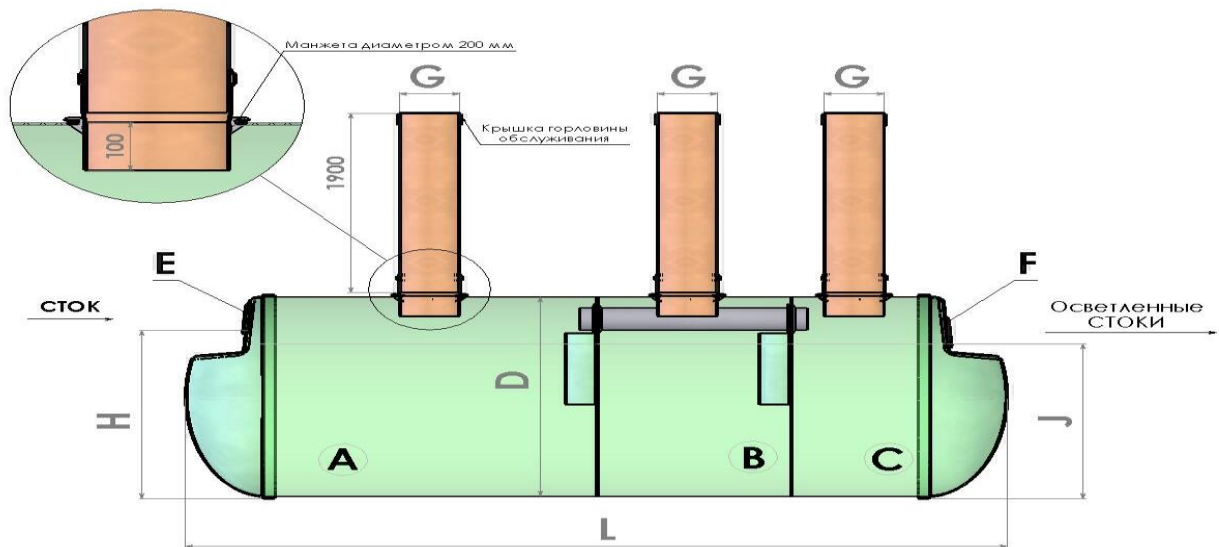

Рис. 1 PromoTek-STA
Очистное сооружение «**PromoTek-STA**» (рис.1) комплектуется из единого трехсекционного, герметичного стеклопластикового корпуса (1).